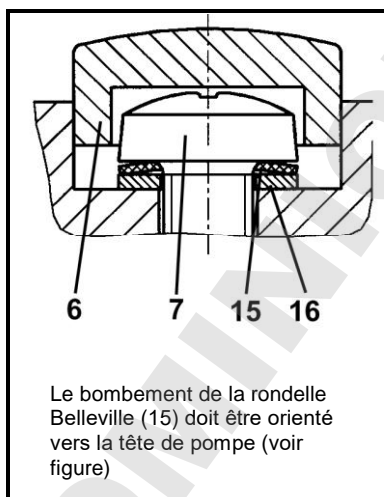

Fig. 14 Orientation de la rondelle Belleville
- i** Voir la fig. 14 pour la disposition de la rondelle Belleville (15) et de la rondelle (16) ainsi que pour l'orientation de la rondelle Belleville.
10. Monter les cache-vis (6).